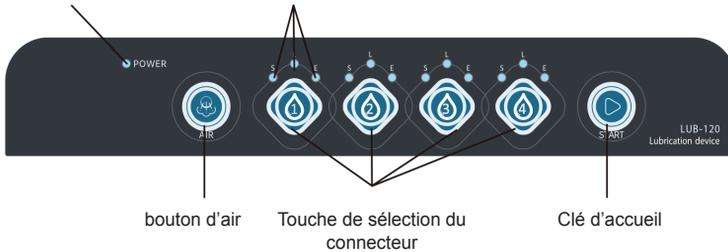

Figure 11
1. Après avoir mis l'appareil sous tension et actionné l'interrupteur d'alimentation, le voyant d'alimentation s'allume (voir Figure 11).